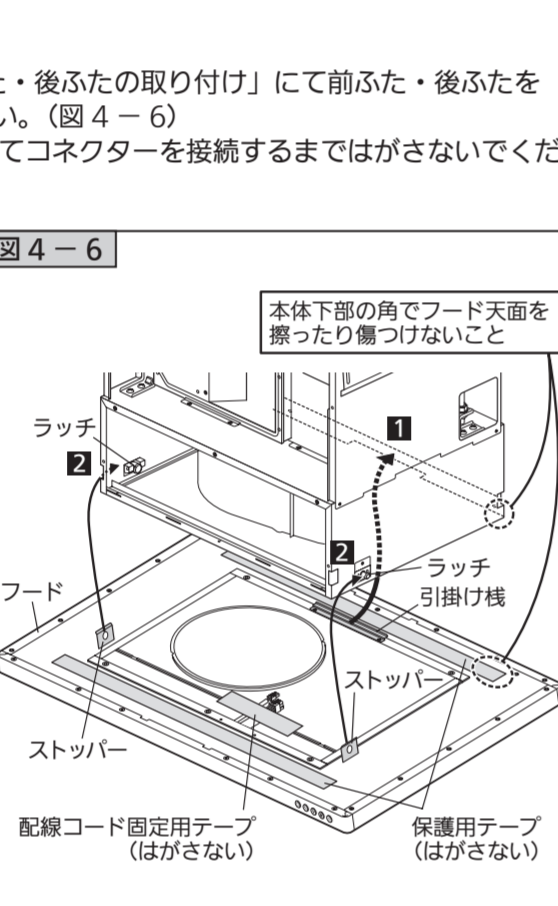

図4-6
- 保護用テープは「7. 横ふた・前ふた・後ふたの取り付け」にて前ふた・後ふたを取り付けるまではがさないでください。(図4-6)
- 配線コード固定用テープは手順7にてコネクタを接続するまではがさないでください。(図4-6)
## 1) フード後側の引掛け線を本体後側に引っ掛けます(図4-6 1)。